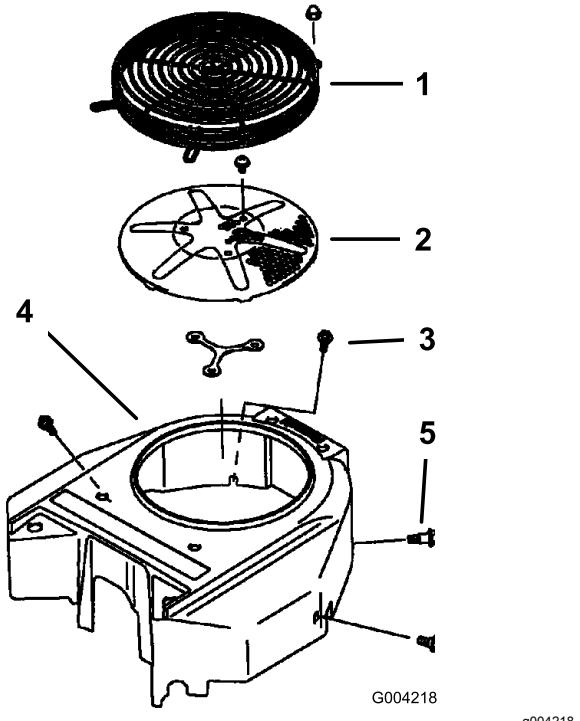

Figura 72
Antes de cada uso, elimine cualquier acumulación de hierba, suciedad u otros residuos de la rejilla del motor. Esto ayudará a asegurar una refrigeración adecuada y una velocidad de motor correcta, y reducirá la posibilidad de sobrecalentamiento y daños mecánicos al motor (Figura 72).
3. Retire la rejilla de entrada de aire, el arrancador de retroceso y la carcasa del ventilador (Figura 72).
5. Instale la rejilla de entrada de aire, el arrancador de retroceso y la carcasa del ventilador (Figura 72).